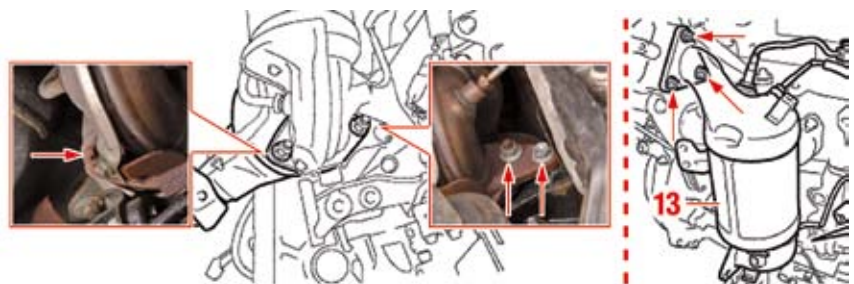

Fig. 41
- Suelte el catalizador (13) (Fig. 41).